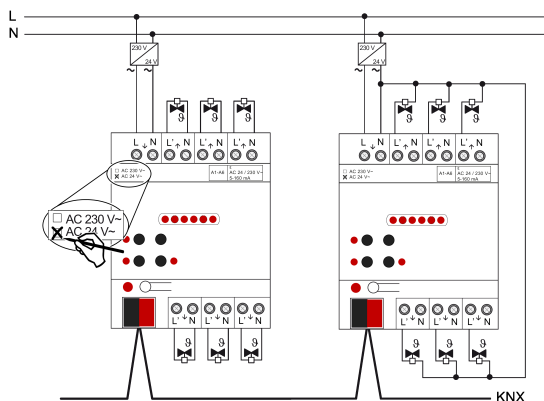

рисунок 4: Подключение для сервоприводов 24 В перем. тока
- Подключите сервоприводы 24 В перем. тока согласно схеме подключений (см. рисунок 4). Сервоприводы можно подключить либо индивидуально напрямую к клеммам выходов исполнительного элемента отопления (пример подключения слева), либо альтернативно через общий провод (пример подключения справа).